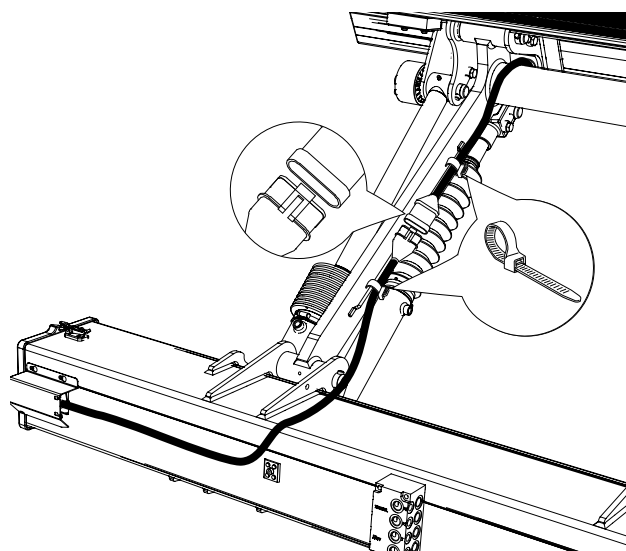

Bild 59. Montering av kablage
2. Dra kabeln och montera med buntband enligt Bild 59.